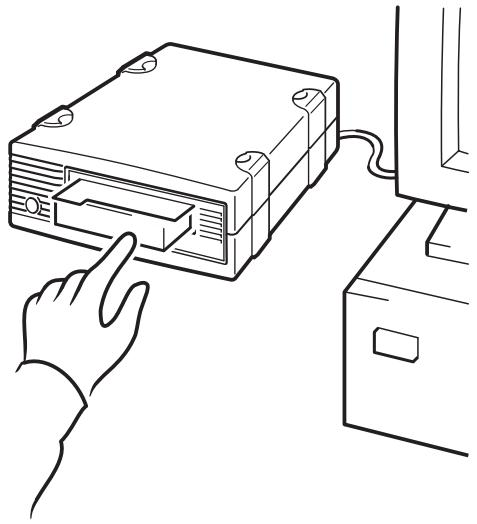

图 10a：使用 HP OBDR，第 1 步
- 1 提起盒式磁带挡门并将已分配给磁带机中（见图 10a）。盒式磁带必须通过以 CD-ROM 格式写入数据的备份应用程序来写入。